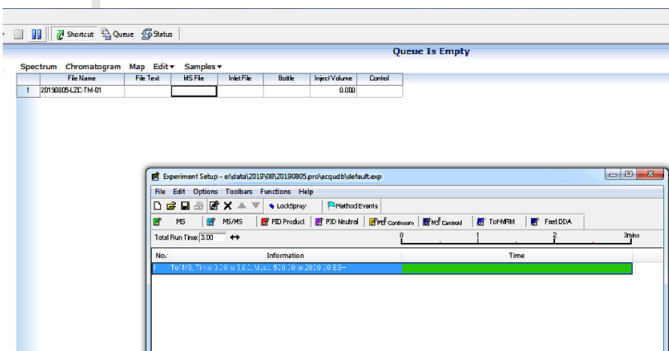

图 6-31
- 图 6-31 (b): 双击 Information-Time 栏, 显示图 6-31(c);
- 图 6-31(c): 共进行 4 项设置:
- ① 设置数据采集总时间, 与液相方法一致;
- ② 设置离子源种类: 电喷雾离子源;
- ③ 设置扫描模式: Polarity (离子极性), Analyzer mode(质量分析器模式);
- ④ 点击 OK 选择; 显示图 6-31(d)。
- 图 6-31(d): 共进行 3 项设置。①设置扫描质荷比范围; ②设置设置扫描条件: Scan time 0.2 s; Data format: Continuum; ③点击 OK 选择; 显示图 6-31(e)。